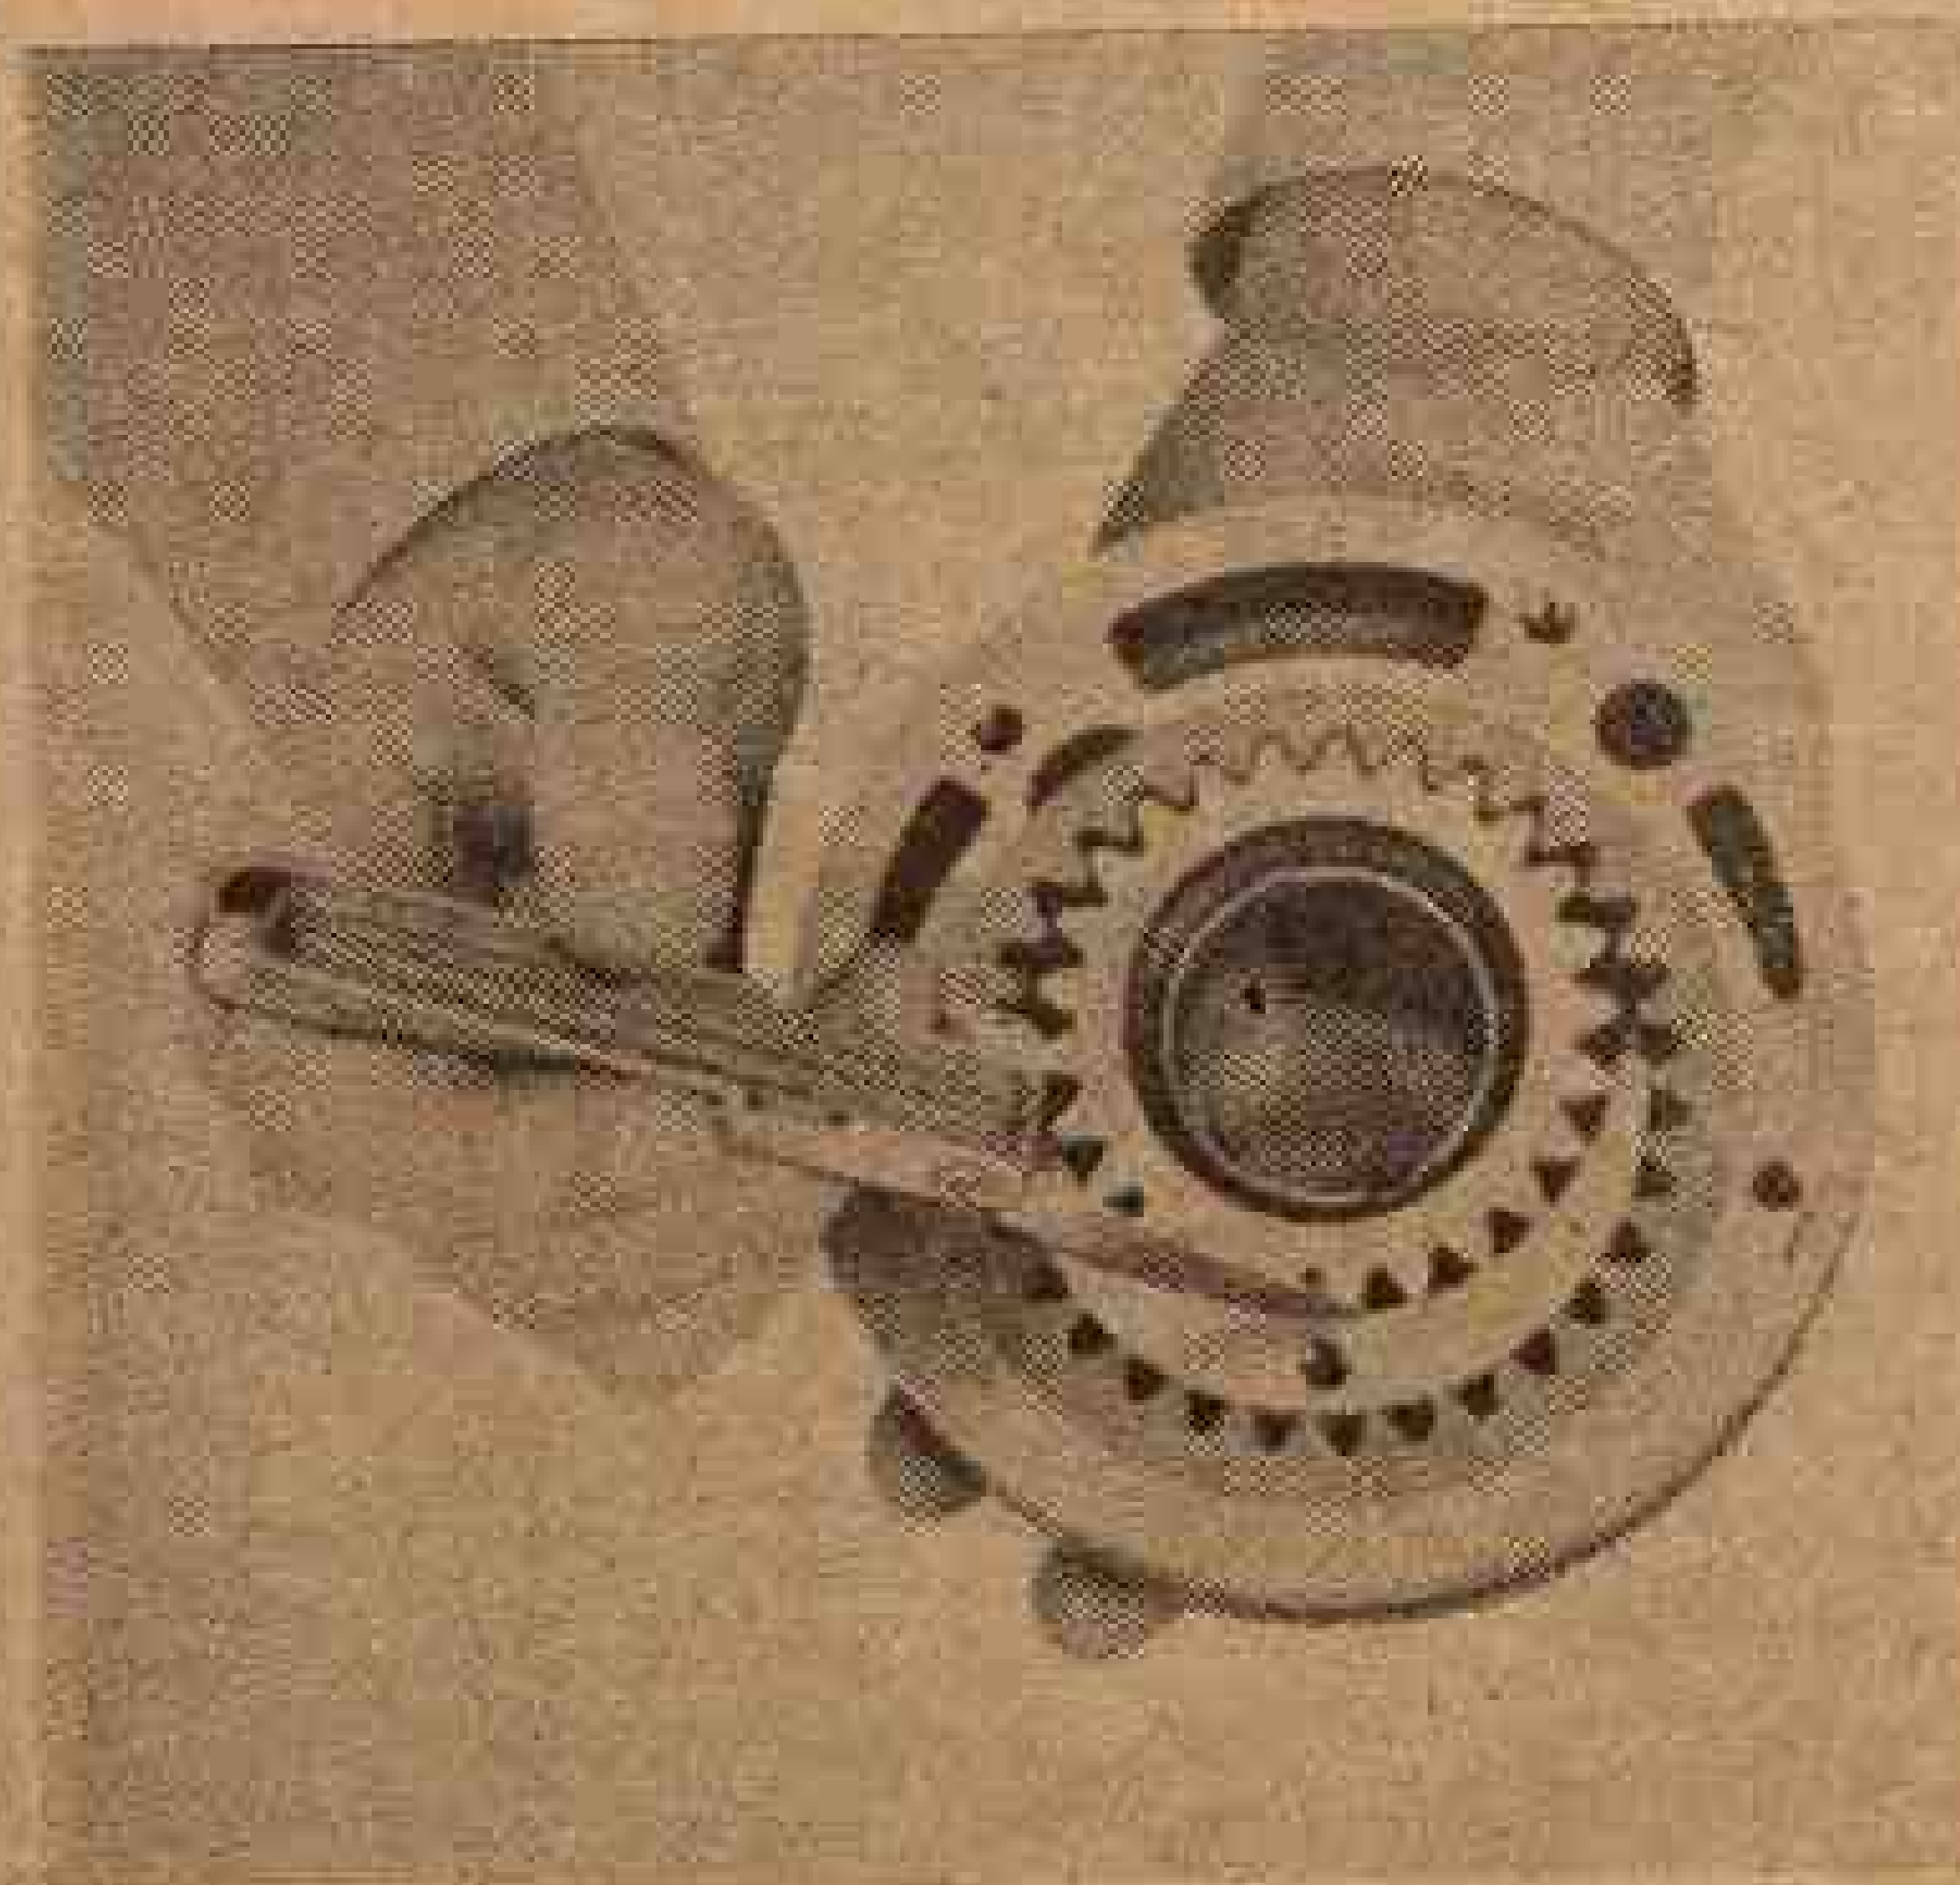

Fig. 34 — Engrenagem e folga.
d) — Com a régua e o calibrador, verifique a folga da ponta da engrenagem. Esta folga deve ser de 1/2 a 1 1/2 milésimos de polegada (fig. 34).